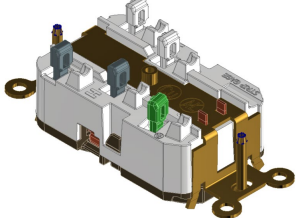

Fig. 2
- El dispositivo viene listo para cablear de fábrica con los émbolos en la posición "hacia arriba". Consulte Fig 2. Los émbolos deben estar levantados antes de poder insertar un cable en la cámara de cableado.